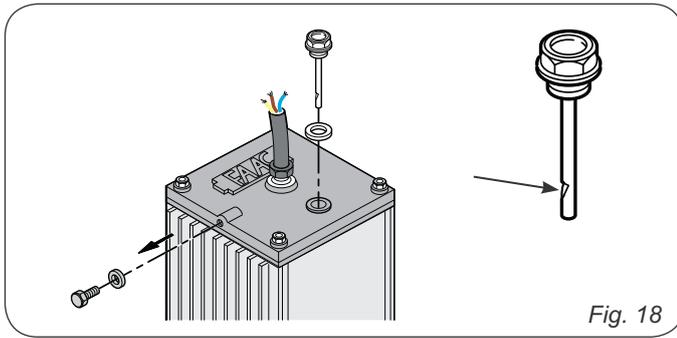
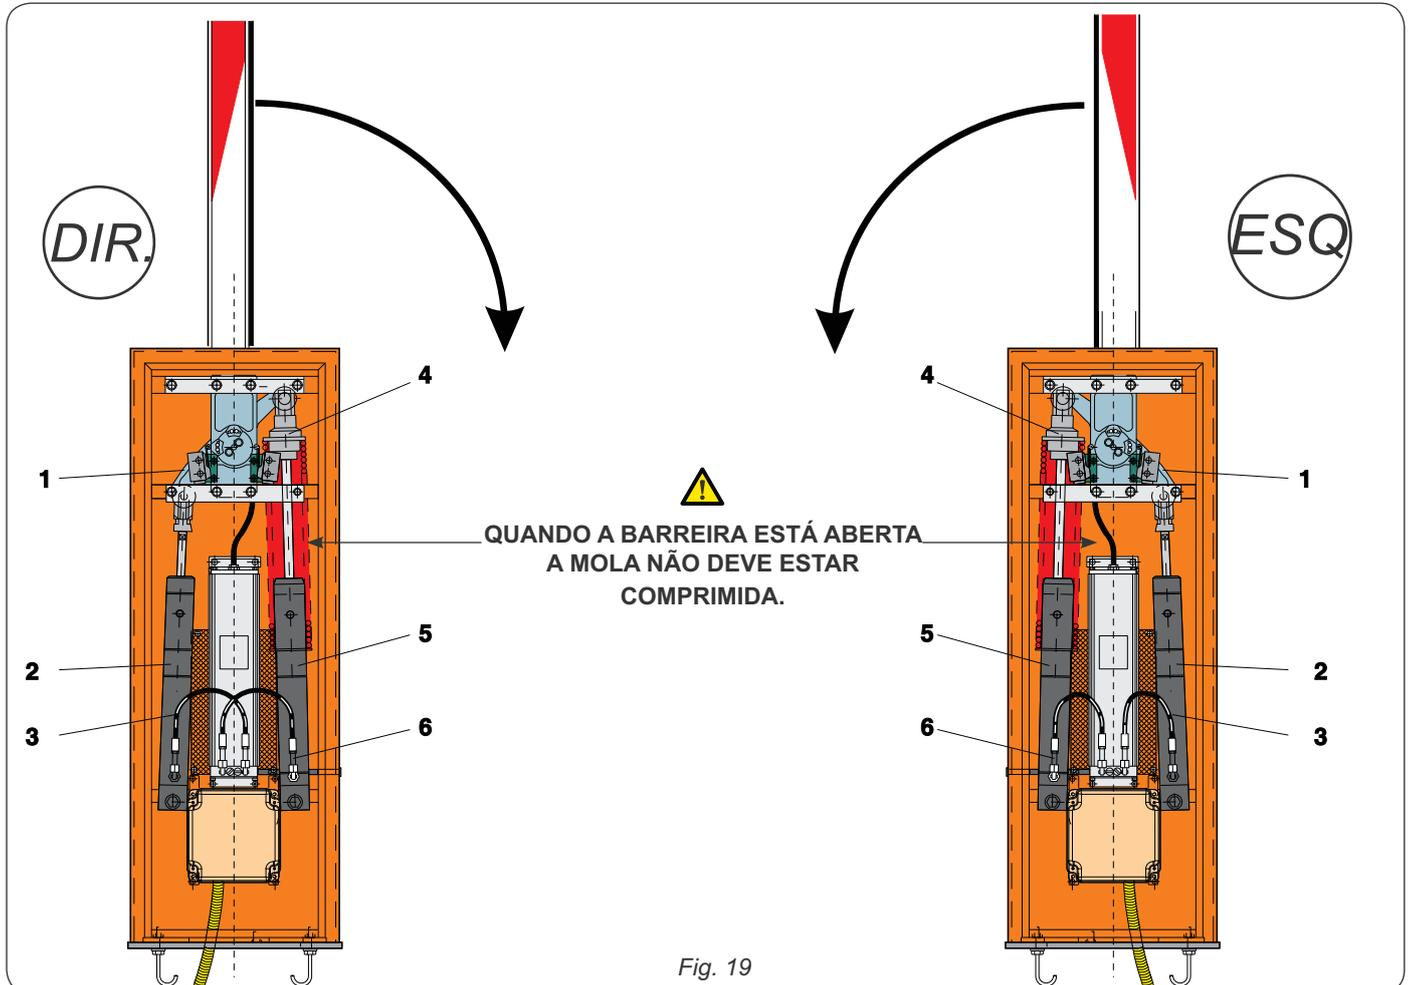

Fig. 18
Fig. 19
Verificar a quantidade do óleo dentro do reservatório. Para frequências de utilização médio-baixas basta realizar um controle anual; para utilizações mais desgastantes é aconselhável realizar um controle a cada 6 meses. O nível não deve ser inferior à marca da vareta de controle (Fig. 18 ref.). Para efetuar abastecimentos, desparafusar a tampa de carga (Fig. 18 e despejar óleo até atingir o nível. Utilizar exclusivamente óleo FAAC HP OIL.
5. Afrouxar completamente o anel de regulagem da mola (Fig. 19 ref.).
6. Soltar os tubos de alimentação (Fig. 19 ref. e) dos dois pistões e tampar as conexões.
7. Desmontar os dois pistões (Fig. 19 ref. e) dos engates superiores e inferiores e inverter a posição colocando o balanceador (Fig. 18 ref.) no limite da parada mecânica de fim de curso na abertura.
9. Ligar os tubos de alimentação como indicado na Fig. 19 de acordo com a configuração da barreira (DIR. ou ESQ.).